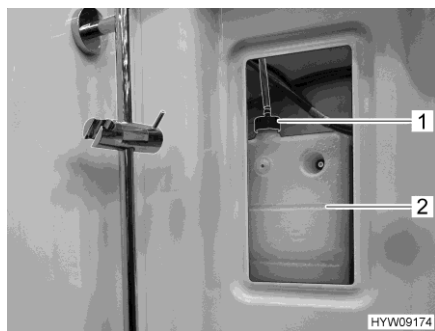
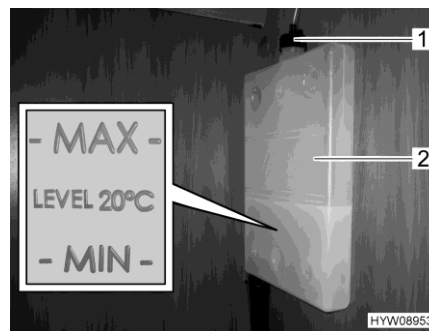

Fig. 228 Vaso d'espansione (riscaldamento ad acqua calda)
Fig. 229 Riga "MIN/MAX"
- Rimuovere la copertura per il vaso d'espansione (Fig. 228,2) a destra e in alto nella doccia.
- Controllare se il livello del liquido nel vaso d'espansione (Fig. 229,2) è tra le righe del "MIN" e del "MAX" (Fig. 229).
- Aprire il coperchio (Fig. 228,1 o Fig. 229,1) del vaso d'espansione.